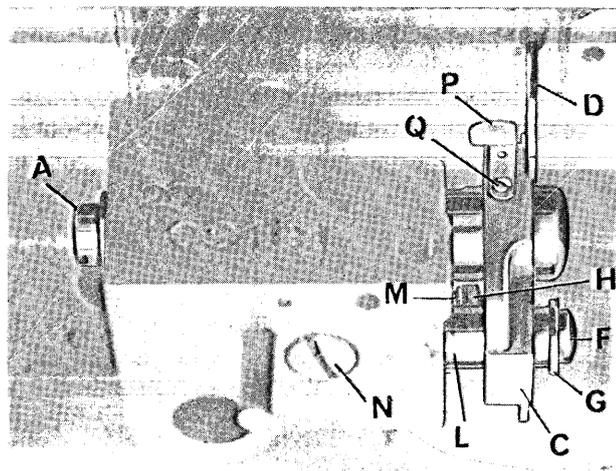

fig.13
8. Montaggio del coltello inferiore (fig.13)